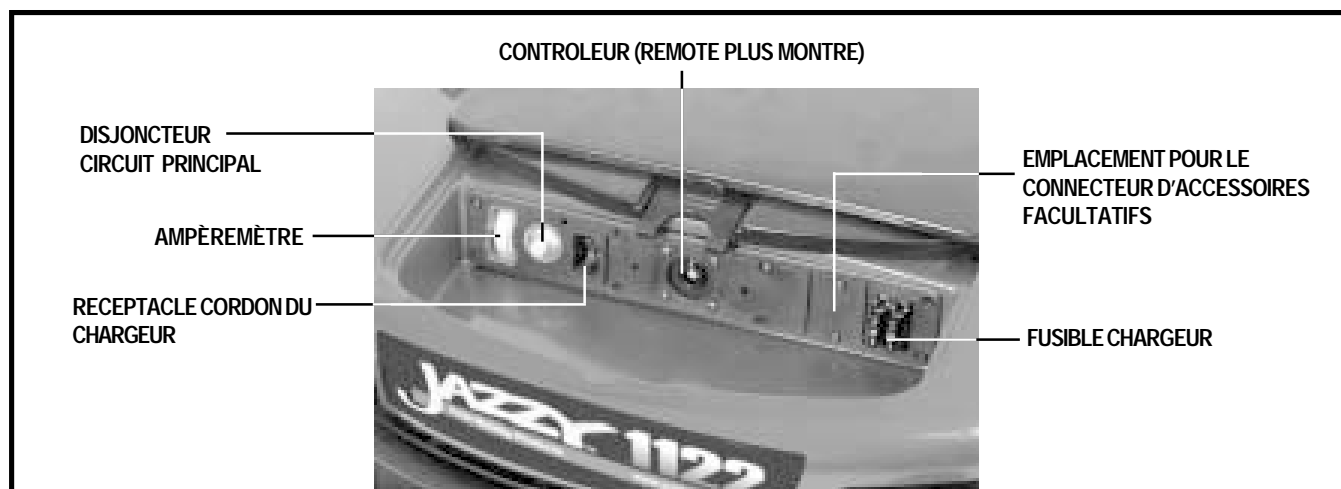

Figure 6. Tableau électronique
Connecteur du contrôleur: Pour le branchement du contrôleur à la base motorisée. Le contrôleur VSI utilise un connecteur 9 fiches. Le Remote Plus et le Europa utilisent un connecteur multi-fiches de plus petit format pour les câbles de communication. Voir la figure 6.
7. Branchez le contrôleur dans son réceptacle sur le tableau électronique. Voir la figure 6.